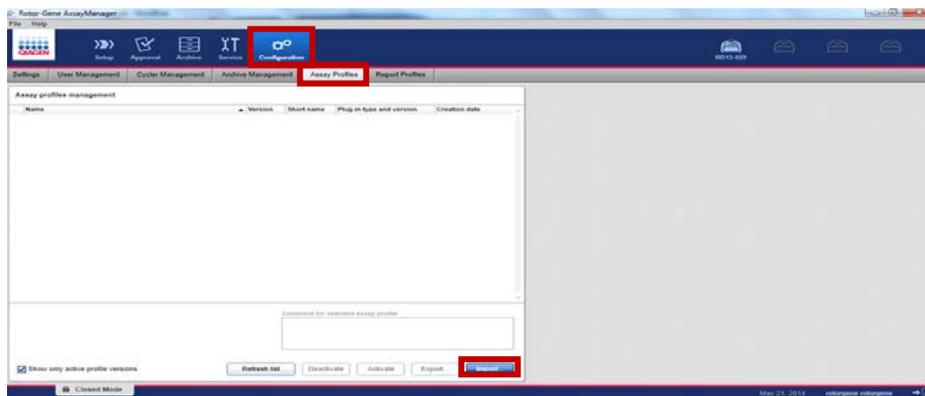

Figure 15. Onglet Configuration.
7. Sélectionner l'environnement de configuration (Figure 15)